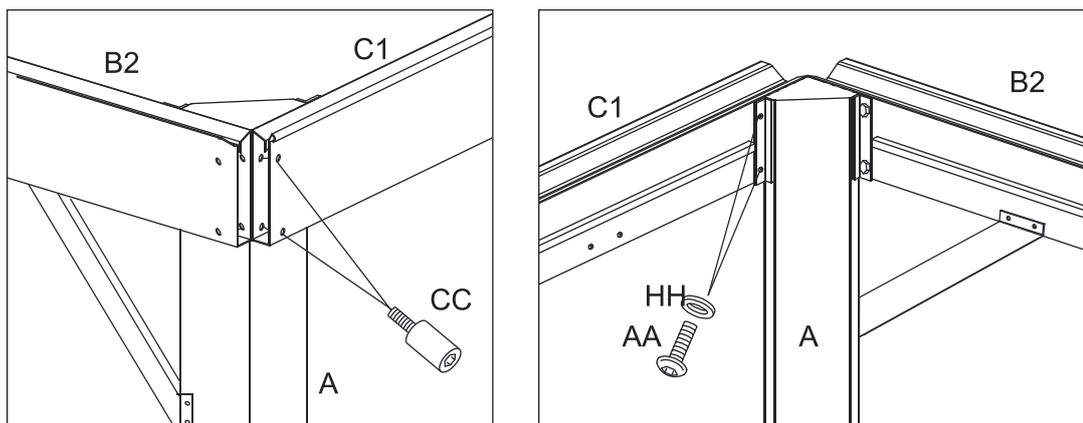

Figure 5.1
Figure 5.1 et 5.3 Fixez d'abord les petites traverses (C1/C2) à la poutre en coin (A). Utilisez les boulons (CC) en premier et ensuite, poursuivez avec les boulons (AA) et les rondelles (HH). Assurez-vous d'avoir bien serré tous les boulons.